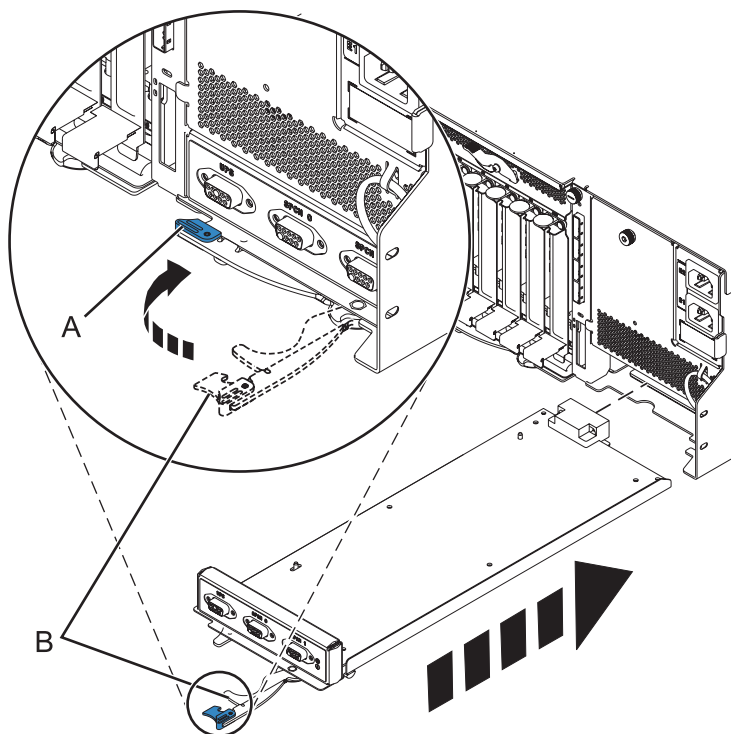

Figura 76. Substitució del controlador de gestió d'allotjaments
7. Feu lliscar amb cura el controlador de gestió d'allotjaments dins el sistema i tanqueu el pestell (A), com es mostra a la Figura 76.